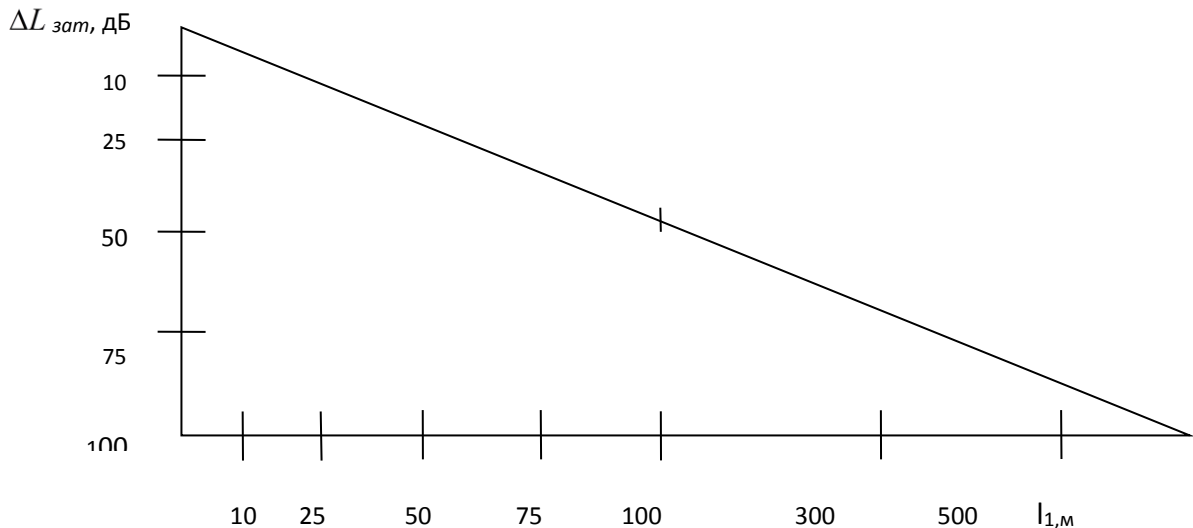

Рисунок 7.2 – Залежність $\Delta L_{\text{зат}}$, від відстані до джерела шуму
- за рахунок затухання в атмосфері (рисунок 7.2).